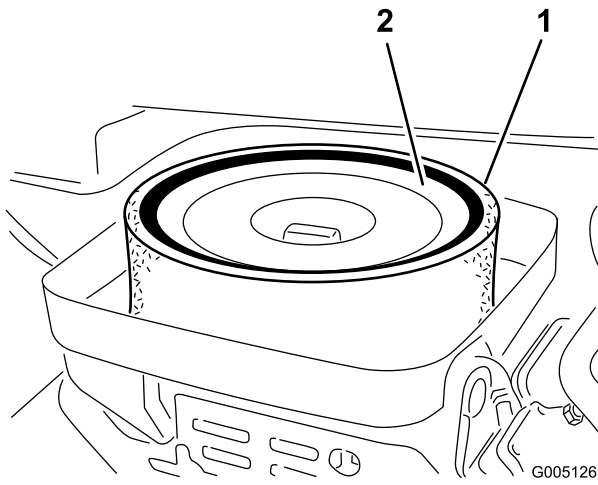

Figure 44
3. Si l'élément en mousse est encrassé, sortez-le de l'élément en papier (Figure 44). Nettoyez-le soigneusement comme suit :